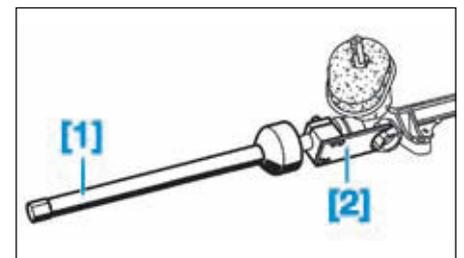

FIG.17
- [1]. Outil de dépose-repose de la biellette de direction Ø 35 à 41 mm (réf. Dir. 1305-01) (Fig.17).
- [2]. Outil de blocage de la crémaillère (réf. Dir. 1903)(Fig.17).
- Mettre en place l'outil [2] sur la crémaillère de direction (Fig.17).